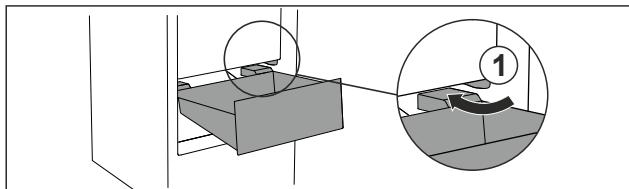

Fig. 102
- Обойдите стопор Fig. 102 (1) выдвижного ящика под наклоном.